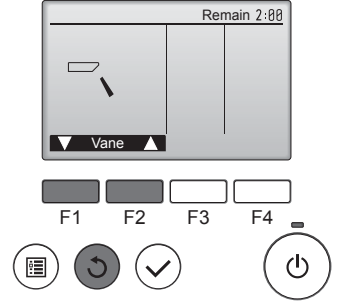

Fig. 7-6
- ① [F1] [F2] düğmeleri ile otomatik kanatçığı kontrol edin. (Fig. 7-6)
- ② [Vane] düğmesine basarak "Test run" (Test çalıştırma) işlem ekranına dönün.
- ③ [ON/OFF] düğmesine basın.